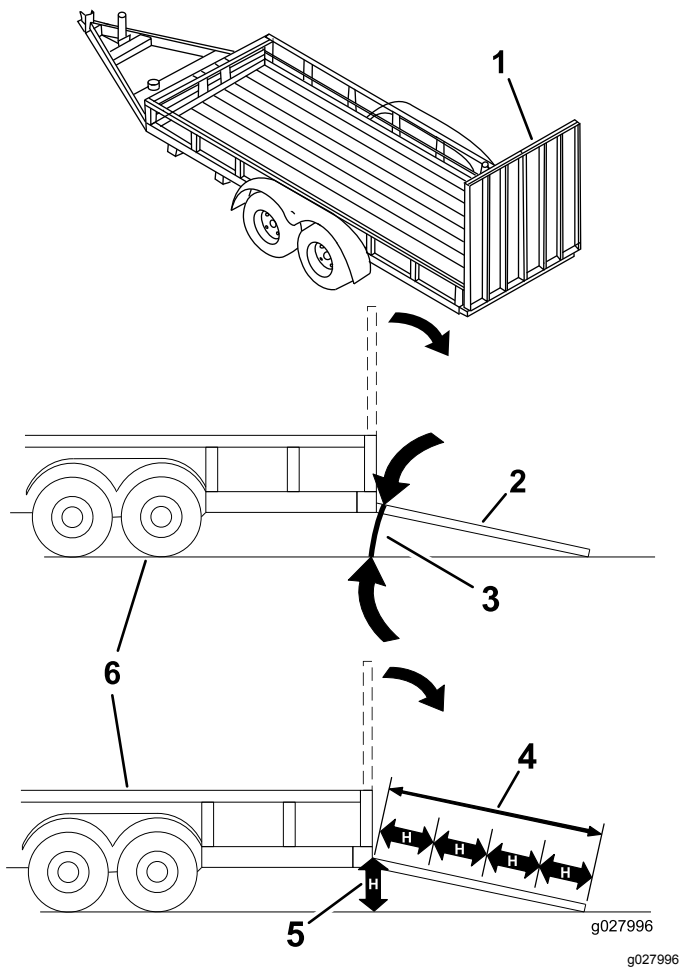

Figura 31
**El cargar la máquina en un remolque o un camión aumenta la posibilidad de un vuelco y podría causar lesiones graves o la muerte (Figura 31).**
1. Baje la rampa, asegurándose de que el ángulo entre la rampa y el suelo no supera los 15 grados (Figura 31).